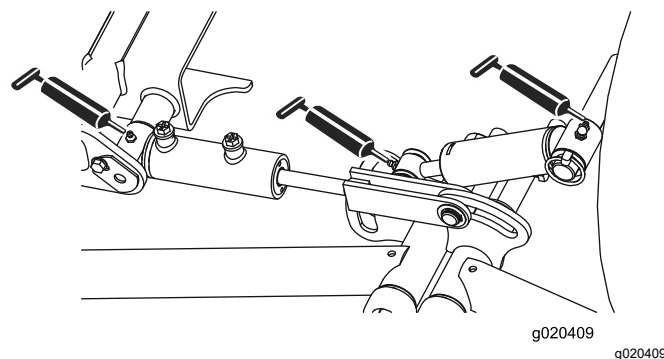

図 42
- 前昇降アームのピボットと昇降シリンダ 各3ヶ所 図 42を参照。